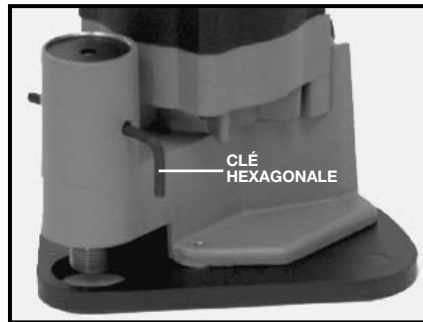

Fig. 10
1. Insérez la partie longue de la clé hexagonale (fournie) à travers le trou de blocage d'arbre (voir Fig. 10) de manière à ce que la clé fasse saillie depuis les deux côtés du logement de la base. Il peut être nécessaire de tourner l'arbre à la main afin d'aligner le trou de l'arbre sur les trous du logement.